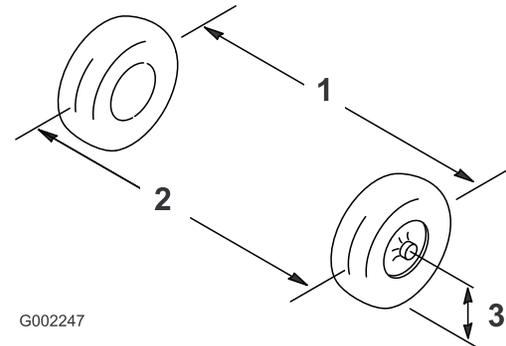

Рисунок 83
- Измерьте расстояние между обеими передними шинами на уровне моста, с передней и задней стороны передних шин (Рисунок 83).